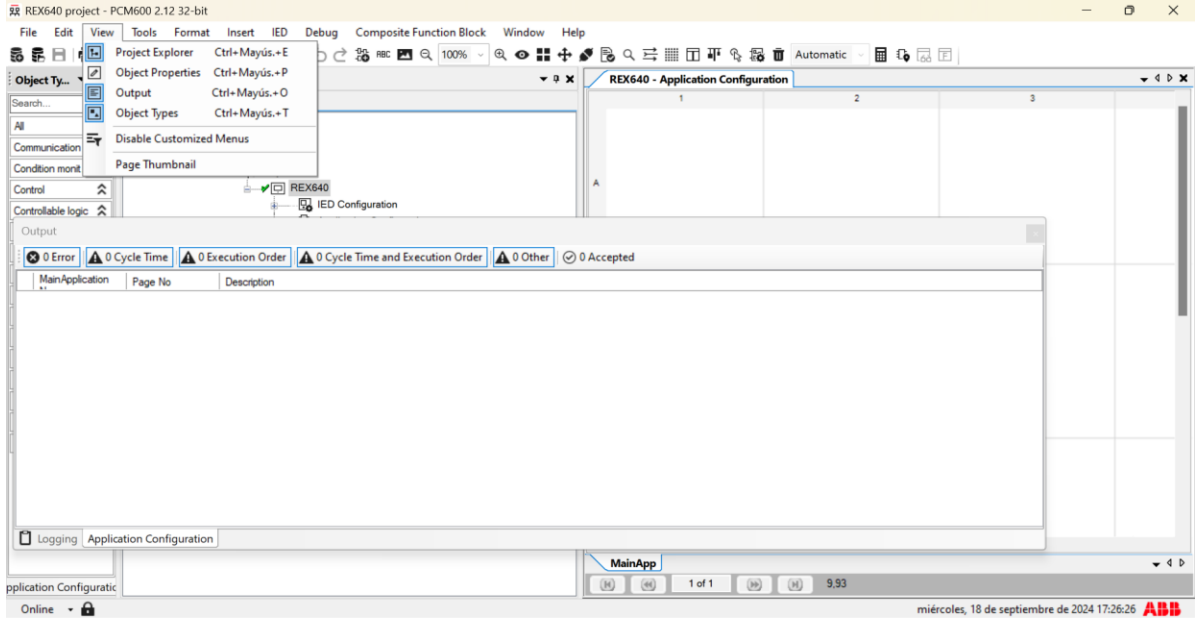

Imagen 34_Visualización de ventanas en PCM600.
2.1.2 Como se observa en la **Imagen 34**, en la parte superior izquierda veremos una pestaña llamada “View”, esta pestaña nos indicará las ventanas que tendremos abiertas en la pantalla, lo que nos permite tener más espacio para las siguientes actividades.